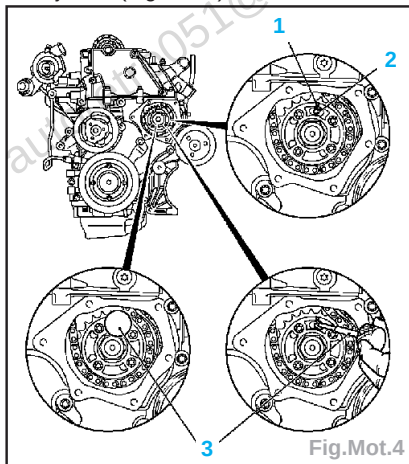
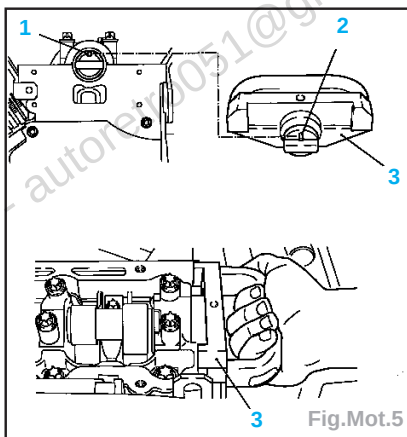
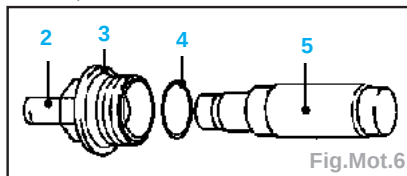
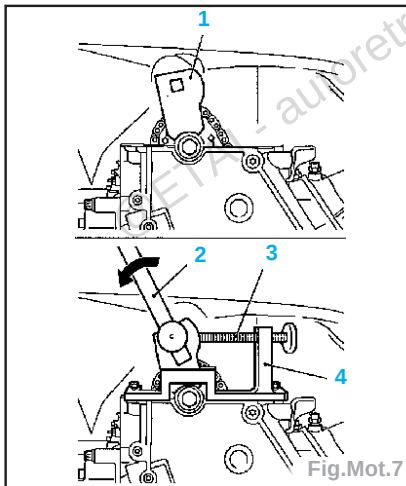

Fig.Mot.4
Fig.Mot.5
Fig.Mot.6
Fig.Mot.7
- La flèche (1) du pignon de la pompe d'injection simplex doit être alignée par rapport à la bride de pompe d'injection, orifice de distribution (2) dans la pompe d'injection (Fig.Mot.4).
- Positionner la jauge de contrôle **KM-932** (3) sur la culasse. La pige (2) doit se placer dans l'orifice (1) de l'arbre à cames (Fig.Mot.5).
- Faire tourner le pignon de la pompe d'injection jusqu'à ce que la flèche (1) du pignon de la pompe d'injection simplex soit alignée par rapport à l'échancrure
de la bride de pompe d'injection, orifice de distribution (2) dans la pompe d'injection (Fig.Mot.4).
- Insérer la pige de calage de la pompe d'injection **KM-927** (3) dans l'orifice de distribution de la pompe jusqu'à l'arrêt.
- Insérer le tendeur de chaîne duplex (5) dans le carter de distribution : la partie fermée du tendeur de chaîne doit être dirigée vers la glissière de tension (Fig.Mot.6).
- Serrer les vis (1) sur le pignon de la pompe d'injection simplex à 2,0 daN.m.
- Positionner la jauge de contrôle **KM-932** (3) sur la culasse; la pige (2) doit se loger dans l'orifice (1) de l'arbre à cames, puis si nécessaire, faire tourner l'arbre à cames par l'hexagone (courte distance) (Fig.Mot.5).
- Insérer verticalement le toc (1) de l'outil d'ajustage **KM-933** (4) dans le pignon de l'arbre à cames. Monter l'outil d'ajustage **KM-933** sur la culasse (Fig.Mot.7).
- Exercer une légère pression sur le toc par la poignée (2) dans le sens des flèches (dans le sens opposé au sens normal de rotation du moteur), puis fixer à l'aide d'un boulon de fixation (3).
- Insérer le tendeur de chaîne simplex (5) dans la culasse, la partie fermée du tendeur de chaîne doit être dirigée vers la glissière de tension. Installer le bouchon de fermeture (3) à l'aide d'un nouveau joint (4) et serrer à 6,0 daN.m (Fig.Mot.6).
- Après avoir installé un nouveau tendeur de chaîne simplex, relâcher le tendeur par la goupille de déverrouillage (2) en utilisant le manche d'un marteau pour enfoncer la goupille jusqu'à entendre un clic.
- Insérer la pige de calage de la pompe d'injection **KM-927** (3) dans l'orifice de distribution de la pompe (Fig.Mot.5).
- Positionner la jauge de contrôle **KM-932** (3) sur la culasse. La pige (2) doit se placer dans l'orifice (1) de l'arbre à cames.
- Déposer le tendeur de chaîne simplex (1) (repérer la position de montage).
- La flèche (1) du pignon de la pompe à injection doit être alignée par rapport à la bride de pompe à injection, orifice de distribution (2) dans la pompe d'injection (Fig.Mot.4).
- Insérer la pige de calage de la pompe d'injection **KM-927** (3) dans l'orifice de distribution de la pompe.
- Positionner la jauge de contrôle **KM-932** (3) sur la culasse, la pige (2) doit se loger dans l'orifice (1) de l'arbre à cames, puis, si nécessaire, faire tourner l'arbre à cames par l'hexagone (courte distance) (Fig.Mot.5).